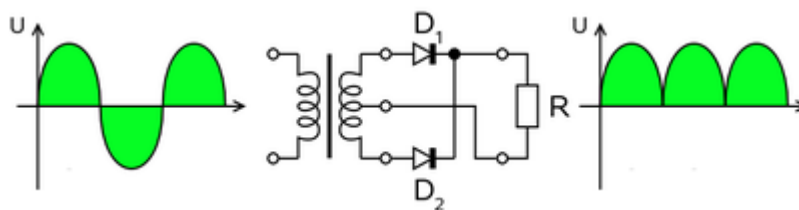

Fig 3
- Onda completa: En este caso, el diodo convierte la totalidad de la forma de onda de entrada en una polaridad constante ya sea positiva o negativa en la salida, mediante la inversión de los semiciclos negativos o positivos de la forma de onda de entrada. Estos semiciclos se combinan con las inversas de las negativas es decir, con las positivas para producir una forma de onda parcialmente positiva. **fig 3(Onda Completa)**